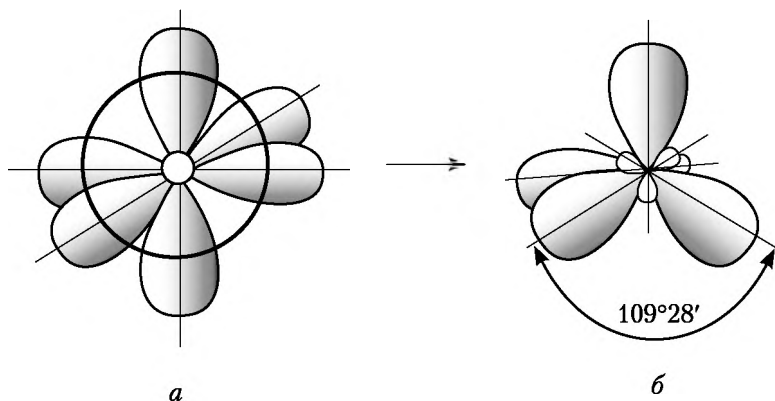

Рис. 4.8. Схема  $sp^3$ -гибридизации
**$sp^3$ -Гибридизация.** Одна  $s$ -орбиталь и три  $p$ -орбитали превращаются в четыре одинаковые «гибридные» орбитали, угол между осями которых равен  $109^\circ 28'$ , что соответствует наименьшей энергии отталкивания электронов (рис. 4.8). Молекулы, в которых осуществляется  $sp^3$ -гибридизация, имеют тетраэдрическое строение (например, метан  $\text{CH}_4$ , силан  $\text{SiH}_4$ ).